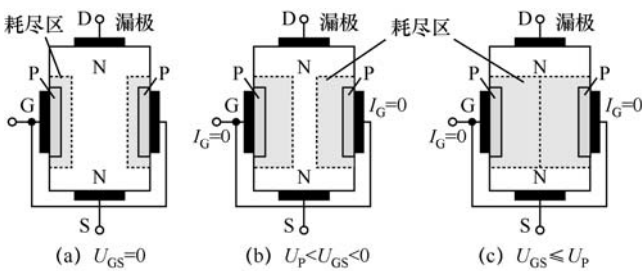

图 5-6 $U_{DS} = 0$ 时, 栅源电压 U_{GS} 改变对导电沟道的影响
(1) 在工作时, 如在 G-S 极间接负电压 (即 $U_{GS} < 0$), 使栅极沟道间的 PN 结反偏, 此时栅极电流 $I_G = 0$ 。
(2) 在工作时, 如在漏极与源极之间加正电压 (即 $U_{DS} > 0$), 使 N 沟道中的多数载流子 (电子) 在电场作用下由源极向漏极运动, 形成漏极电流 I_D , I_D 的大小受 U_{GS} 控制。
(3) U_{GS} 对 I_D 的控制作用。在 $U_{DS} = 0$ 时, 当 U_{GS} 由零向负值增大时, 在反偏电压 U_{GS} 的作用下, 两个 PN 结的耗尽区将加宽, 使导电沟道变窄, 沟道电阻增大, 如图 5-6 (a)、(b) 所示。当 $|U_{GS}|$ 继续增大到某一数值 $|U_P|$ 时, 两侧耗尽区将合拢, 沟道全部被夹断, 如图 5-6 (c) 所示。此时漏-源极间的电阻将趋于无穷大, 此时的栅-源电压称为夹断电压 U_P 。